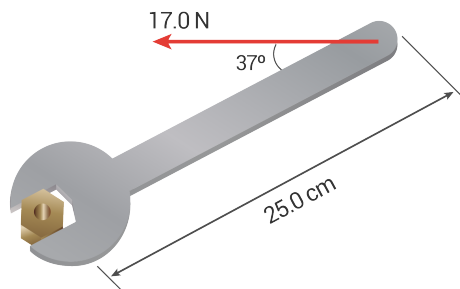

Figura 22.1: Llave de tuercas aplicando una torca.
- Un maquinista usa una llave de tuercas para aflojar una tuerca. La llave tiene 25 cm de longitud y el maquinista ejerce una fuerza de 17 N en el extremo del mango, formando un ángulo de 37° con el mango, como se aprecia en la Figura 22.1.